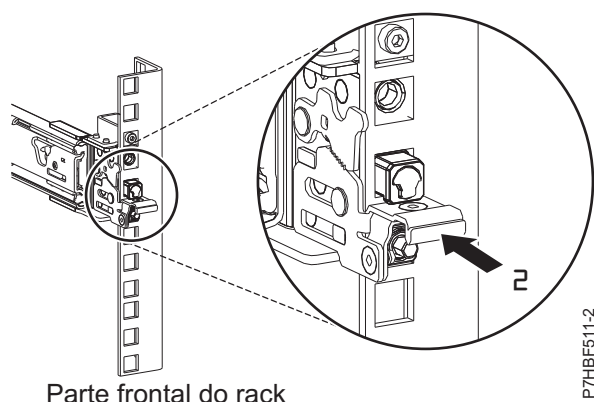

Figura 23. Trava encaixada no trilho frontal do rack
7. Enquanto puxa o trilho deslizante para frente, assegure-se de que os três pinos se projetem através dos orifícios do rack, em seguida, empurre a trava frontal (2) totalmente. Para obter detalhes, consulte Figura 23.